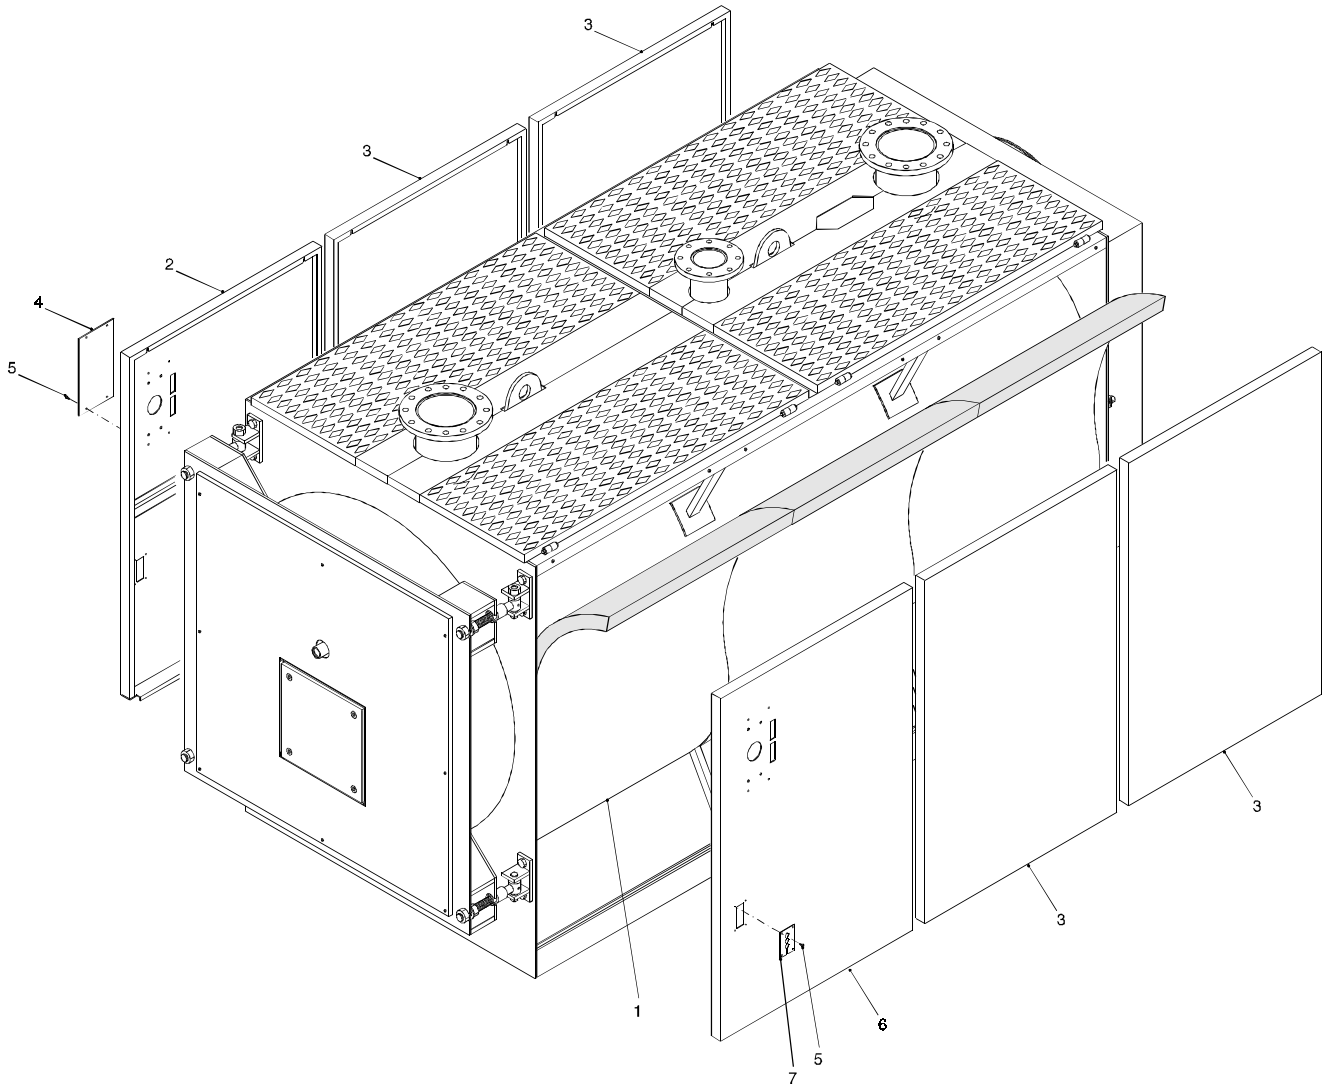

fig. 24
Para los modelos **ELL 3000** y **ELL 3500** (ref. fig. 24), la carcasa y el aislamiento están dentro de tres embalajes marcados:
**Secuencia de montaje (Ref. Fig. 24)**